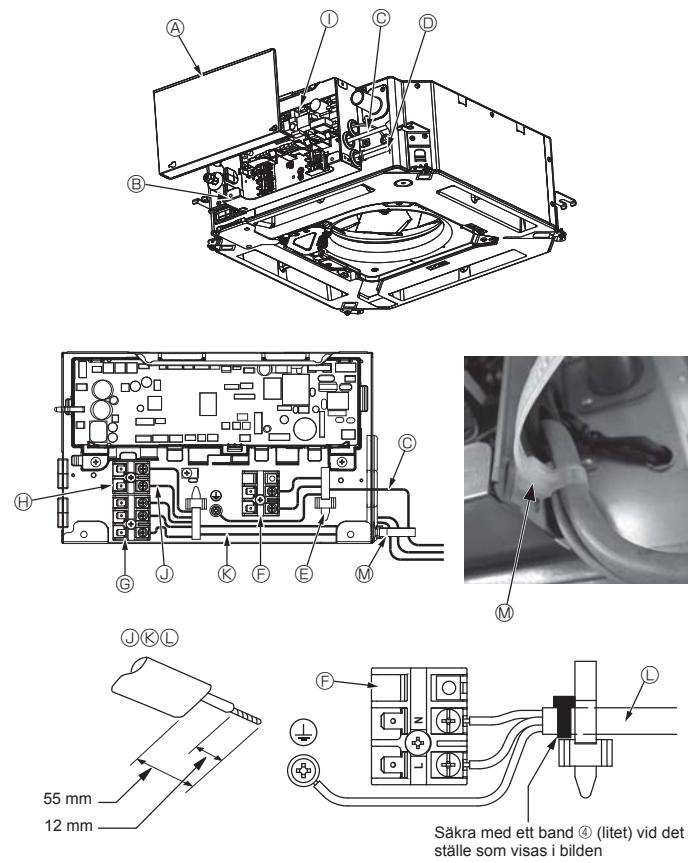
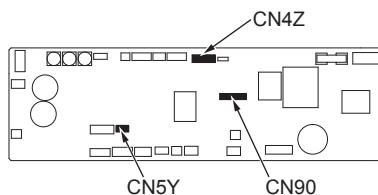
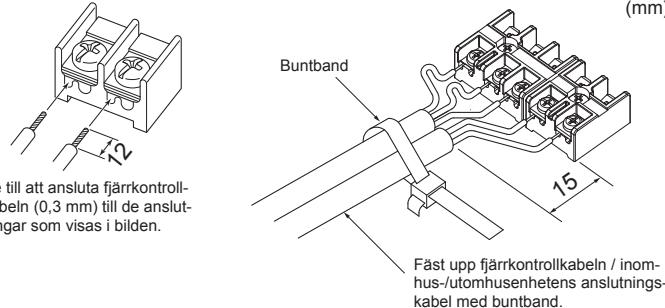

Fig. 4-1
Fig. 4-2
Fig. 4-3
4.1. Inomhusenhet (Fig. 4-1, Fig. 4-2, Fig. 4-3)